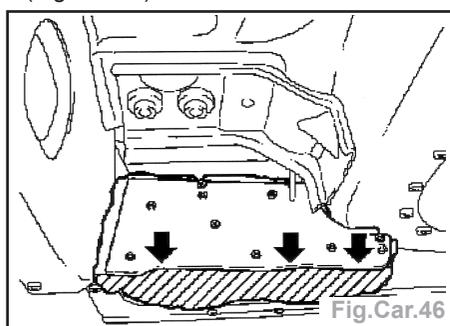

Fig.Car.46
- Dans la zone des hachures, l'isolation phonique doit être retouchée avant l'ajustement du montant A (découpage) (Fig.Car.46).